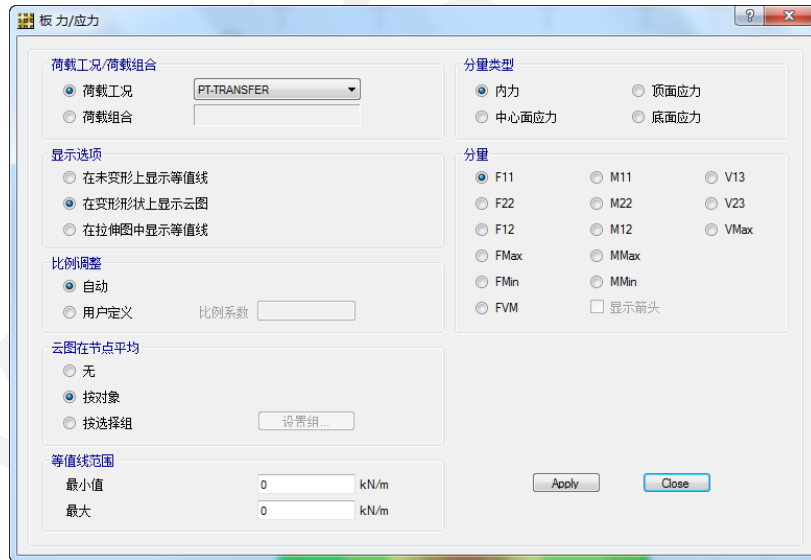

图 39 板力/应力对话框
- I. 点击命令 **显示菜单 > 显示板力/应力** 打开板力/应力对话框，如图 39 所示。